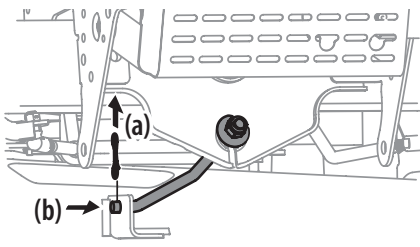

Figura 30
9. En plataformas de 36", 42" y 46", extraiga el pasador de chaveta (a) que sujeta la varilla estabilizadora de la plataforma (b) a la plataforma. Deslice la varilla de elevación de la plataforma fuera de la ménsula de montaje de la plataforma como se ve en la Figura 30.